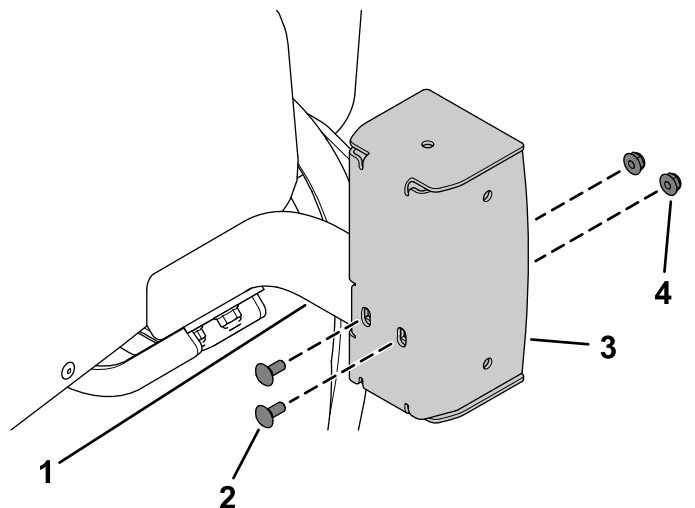

Figura 24
4. Fissate la sede del faro sinistro e quella del faro destro sul supporto corto sinistro e sul supporto corto destro utilizzando 4 bulloni a testa tonda (1/4" x 5/8") e 4 dadi di bloccaggio (1/4"), come mostrato nella **Figura 24**.